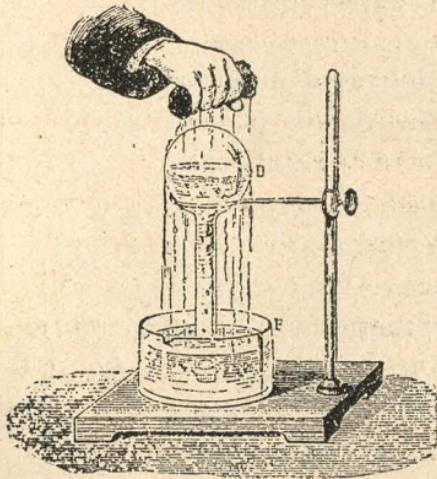

Fig. 96.—Experimento de Franklin.
**2. Experimento de Franklin.** — Se puede obtener el mismo resultado del modo siguiente: se toma un matraz de vidrio *B* (fig. 96) en el cual se hace hervir agua durante algunos minutos. Cuando el vapor ha arrastrado consigo